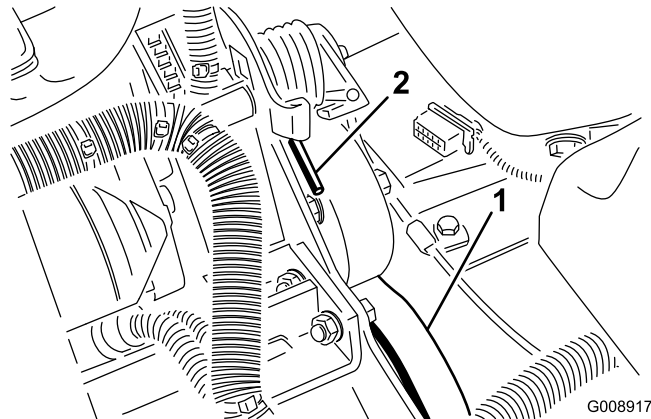

図 67
2. スプリングの端を前側に押し下げてブラケットから外し、スプリングのテンションをなくす（図 67）。